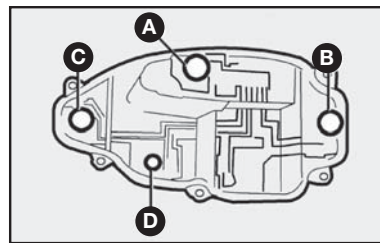

fig. 22
5) remover as lâmpadas empurrando-as levemente e girando-as no sentido horário **fig. 22**.
De 12V-21W para as luzes dos freios **C-fig. 22**.
De 12V-21W para as luzes de marcha a ré **B-fig. 22**.
De 12V-R5W para as luzes de posição **D-fig. 22**.
De 12V-21W para os indicadores de direção **A-fig. 22**.